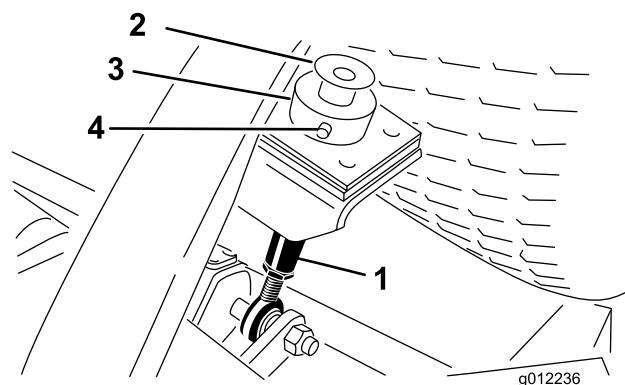

Figure 20
2. Retirez le boulon et la rondelle en haut de chaque tige de réglage de hauteur de coupe (Figure 20).
3. Retirez la goupille fendue et l'axe de chape qui fixent la bague de hauteur de coupe à la tige de réglage de hauteur de coupe à l'arrière du plateau de coupe (Figure 20). Retirez la bague de hauteur de coupe.